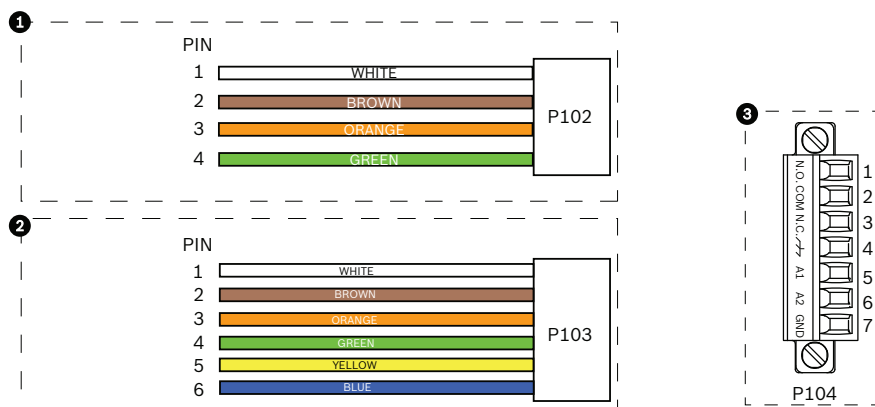

Figure 2.3 Connecteurs d'alarme et de relais
3. Coupez et dénudez les fils tout en gardant une longueur suffisante pour atteindre les bornes du connecteur dans le boîtier, sans toutefois risquer qu'ils ne soient pincés ni ne gênent la fermeture du bras de fixation. Voir *Figure 2.3, Page 17*, ci-dessus, pour de plus amples informations sur les emplacements du connecteur.
8. Si vous raccordez des alarmes et relais supervisés, branchez les fils d'arrivée sur le connecteur à 7 broches fourni. Voir *Figure 2.3, Page 17* ci-dessus pour de plus amples informations sur le raccordement des câbles. Voir *Section 6 Connexions des alarmes et des relais, Page 64* pour de plus amples informations sur le câblage des alarmes et des relais.